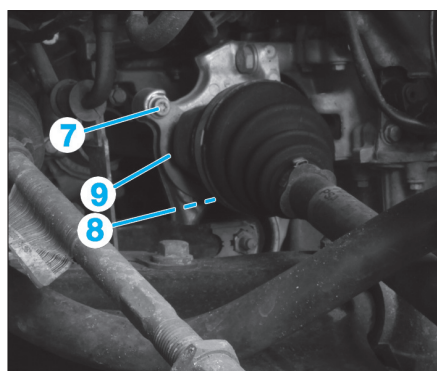

Fig. 4
- Desserrer la vis (7) (Fig.4).
- Déposer la vis (8) inférieure.
- Basculer la plaque de maintien (9).